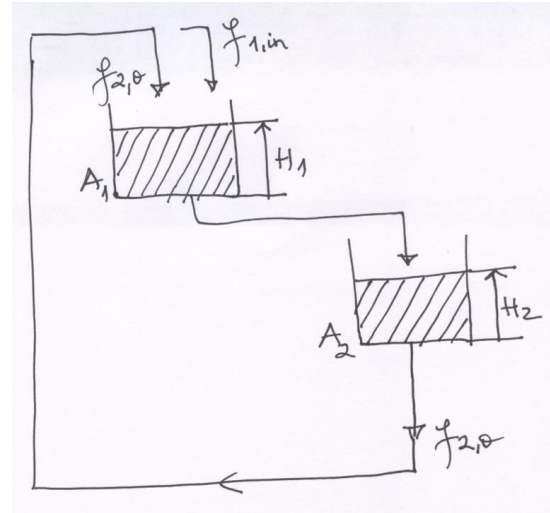

Fig. 2.
- 2b. Diagrama Simulink pentru simularea dinamicii sistemului hidraulic de mai sus (in cazul neliniar), daca, in plus, debitul de iesire din al doilea rezervor este al doilea debit de intrare pentru primul rezervor (vezi fig. 2), dar nu poate depasi o valoare maxima de $20 \frac{m^3}{s}$. Determinati in Simulink dupa cat timp ajunge $f_{2,o}$ la valoarea de $20 \frac{m^3}{s}$.